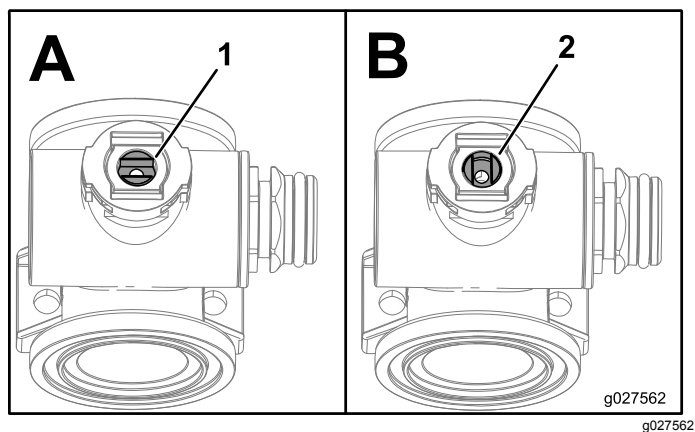

Рисунок 109
- Расположите шток клапана таким образом, чтобы он был в закрытом положении (Рисунок 109 В).
3. Поверните шток клапана таким образом, чтобы шарик был в открытом положении (Рисунок 109А).
7. Поверните шток клапана в сборе таким образом, чтобы клапан был закрыт (вид В на Рисунок 109).